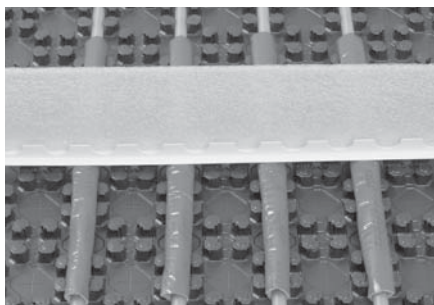

Abb. 2: Heizrohr mit Fugenschutzschlauch
- Vor- und Rücklauf im Bereich der Bewegungsfuge mit dem Fugenschutzschlauch versehen (Abb. 2).